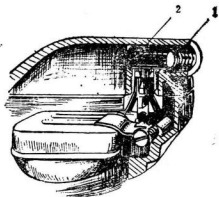

图1-5 化油器进油滤网堵塞示意图
5. (图1-5) 汽油滤清器或化油器油接头滤网被堵塞。汽油滤清器内污泥、积垢、杂质过多，影响汽油顺利通过。油杯内的水分过多，随同汽油混进化油器，影响燃料的燃烧。